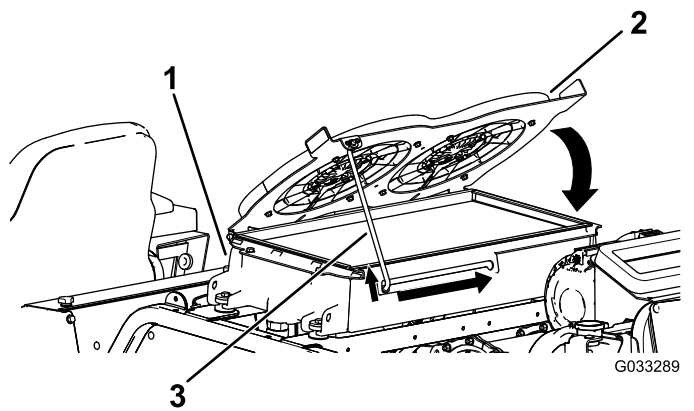

図 123
4. 油圧オイルクーラ下に倒して**支え棒**で支える (図 123)。